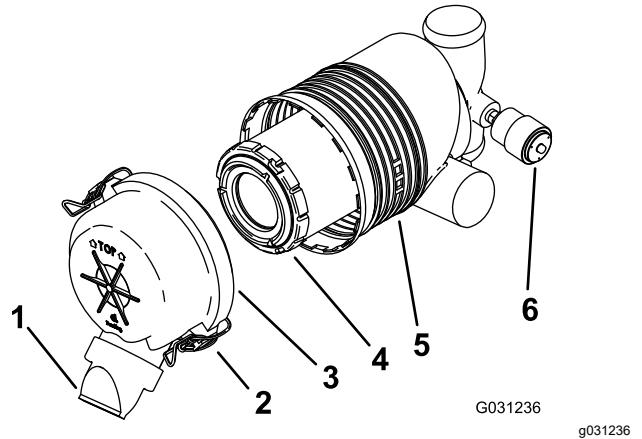

Bild 32
Wichtig: Tauschen Sie den Luftfilter nur aus, wenn die Wartungsanzeige rot ist (Bild 32). Das frühzeitige Auswechseln des Luftfilters erhöht nur die Gefahr, dass Schmutz in den Motor gelangt, wenn Sie den Filter entfernen.
5. Lösen Sie die Riegel am Luftfilter und ziehen Sie die Abdeckung vom Luftfiltergehäuse ab (Bild 32).
- Wenn die Wartungsanzeige durchsichtig ist, setzen Sie die Luftfilterabdeckung auf (die Staubkappe sollte nach unten zeigen) und befestigen Sie die Riegel (Bild 32).
1. Schieben Sie den Filter vorsichtig aus dem Luftfiltergehäuse heraus (Bild 32).
- Setzen Sie den Filter vorsichtig ein (Bild 32).
- Setzen Sie die Luftfilterabdeckung auf (die Staubkappe sollte nach unten zeigen) und befestigen Sie die Riegel (Bild 32).